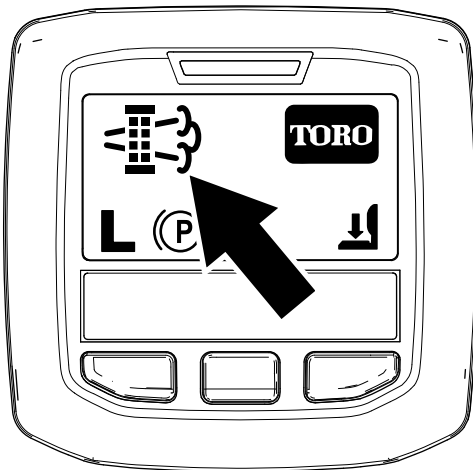

Figura 39
- Când computerul motorului solicită fie o regenerare în stare de parcare, fie o regenerare de recuperare, pictograma privind solicitarea de regenerare (Figura 39) este afiată în InfoCenter.